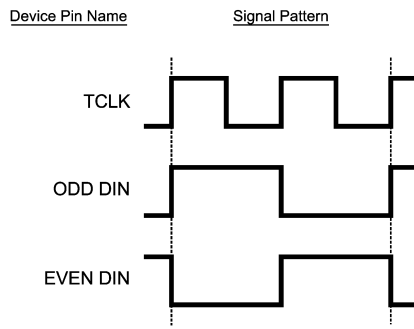

FIGURE 1. Serializer Input Checkerboard Pattern
**Note 11:** Figure 1、2、8、12、14 でのデータ・ストロブは、立ち下がりがエッジです (TCLK IN/RCLK OUT)。